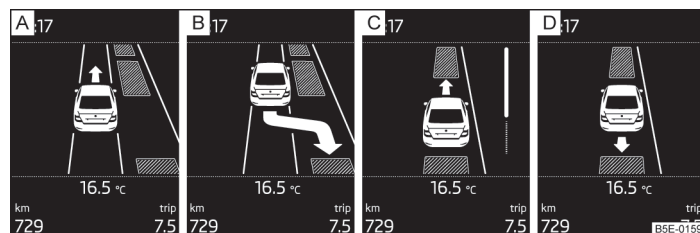

Fig. 132 Visualizzazione su display
Quando il sistema rileva un'area di parcheggio adatta, questa viene visualizzata sul display » fig. 132 - .
- Proseguire sino a quando sul display sarà visualizzato » fig. 132 - [B].
- Quando sul display lampeggia la freccia in avanti » fig. 132 - [C], inserire la 1a oppure portare la leva selettoria in posizione **D**.
- Quando sul display lampeggia la freccia indietro » fig. 132 - [D], inserire nuovamente la retromarcia oppure portare la leva selettoria in posizione **R**.